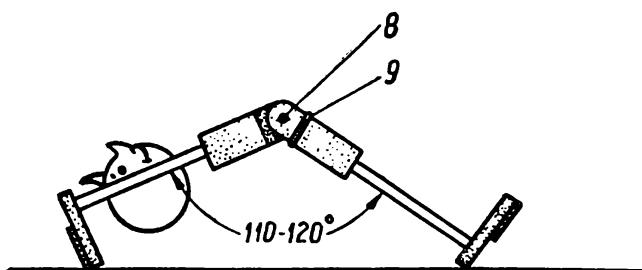

Рис. 152. Регулировка фигурки.
Когда это сделаете, приступите к регулировке фигурки. Для этого обвязите нижнюю часть туловища ниткой (9) так, чтобы между частями туловища образовался угол, как на рис. 152. Если этого угла не получается, поднимите или опустите нитку.